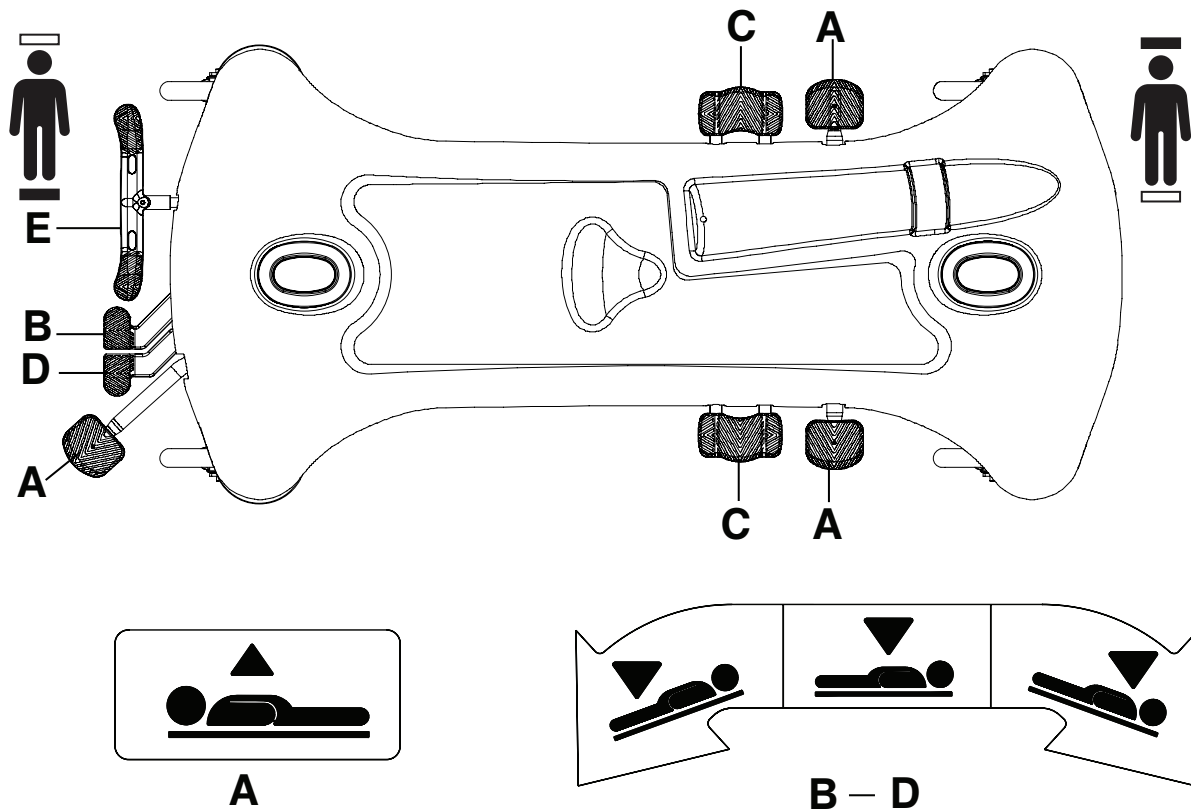

图 2 – 升高或降低担架
要升高担架，向下按泵踏板 (A)，直至您达到所需高度 (图 2)。
要降低产品的头端，按下足端释放踏板(D)或按下最接近头端的统一降低脚踏板(C)侧边，直至担架展平（图 2）。
要降低产品的足端，按下足端释放踏板(D)或按下统一降低脚踏板(C)侧边到足端(图 2)。